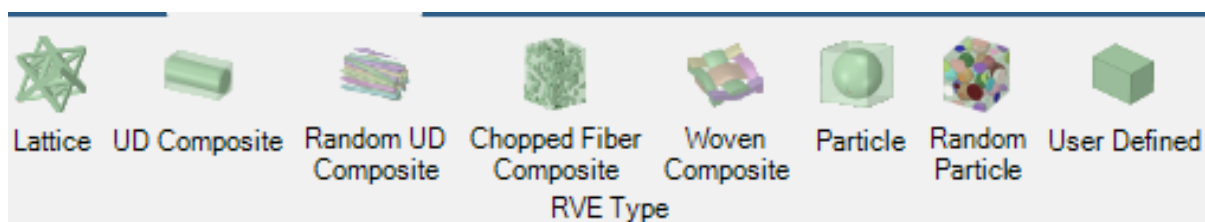

Рис. 7. Выбор объемного элемента модифицированной микроструктуры
4. В верхней панели инструментов (рис. 7) выбираем тип объемного элемента модифицированной микроструктуры согласно своему варианту (таблица).